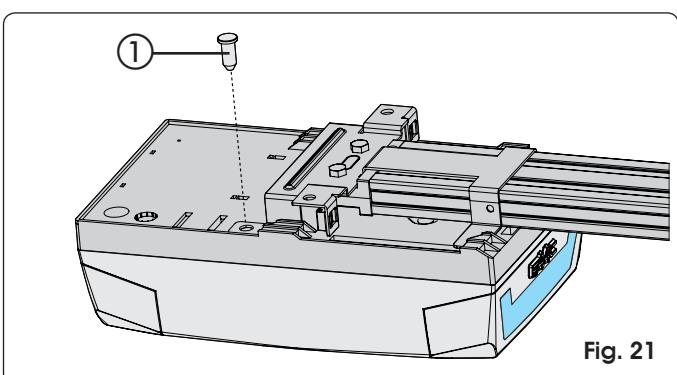

Fig. 21
- 2) Gire el operador en el sentido indicado en la Fig. 20 hasta la posición mostrada en la Fig. 21 de modo que la chaveta se introduzca en el orificio del empalme posterior (Fig. 21 ref. ①).